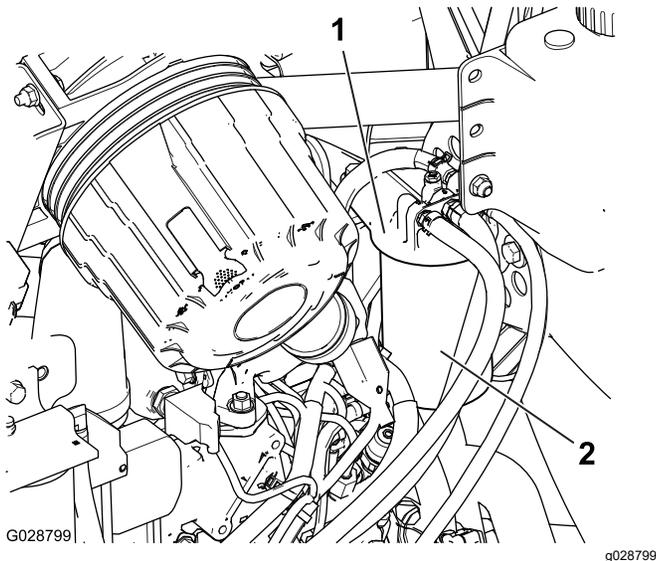

Figura 49
1. Pulite le superfici circostanti la testa del filtro del carburante (Figura 49).
2. Togliete il filtro e pulite la superficie di montaggio della testa del filtro (Figura 49).